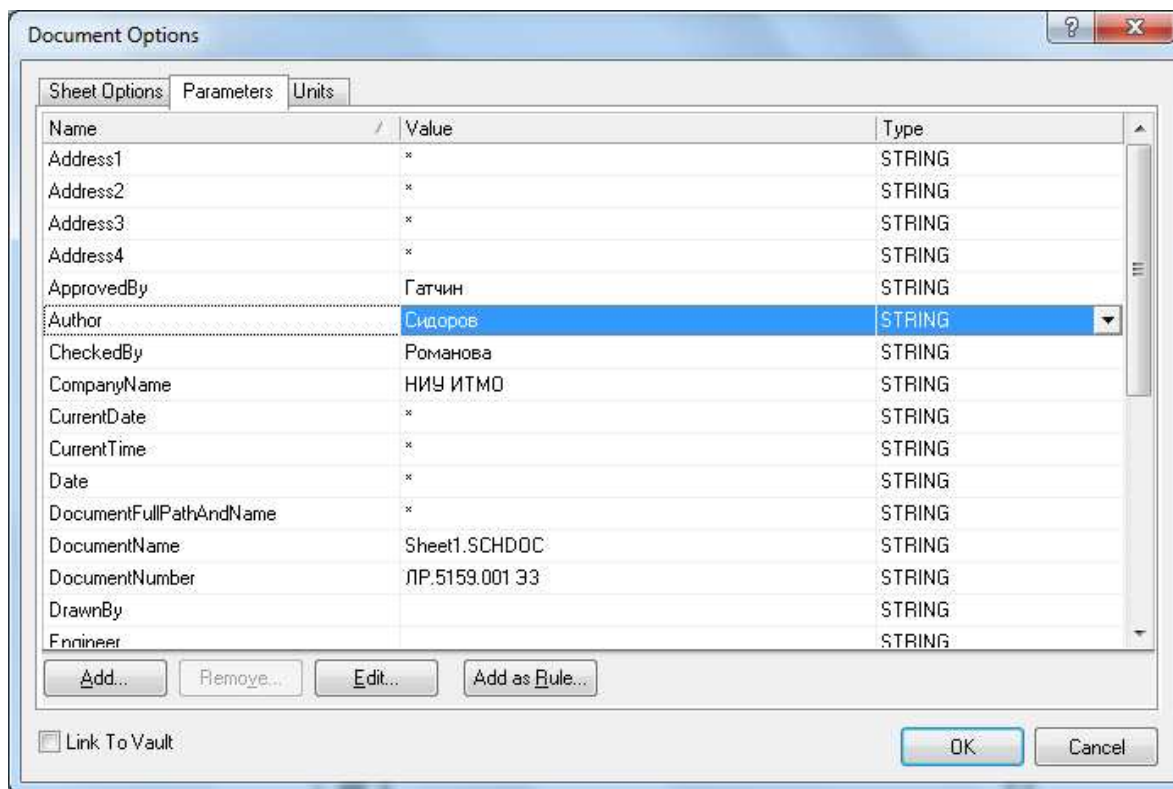

Рис. 103. Параметры документа
7. Выбрать команду Design>>Document Options, после чего откроется окно настроек листа схемы. Выбрать вкладку Parameters и заполнить параметры документа (см. Рис. 103). В колонке Value указать истинное значение по Табл. 4.